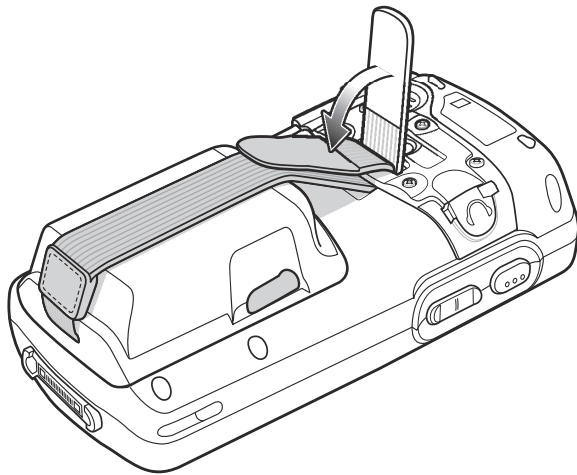

Abbildung 1-10 *Anpassen der Halteschlaufe*
2. Sichern Sie die Halteschlaufe, indem Sie die beiden Seiten zusammendrücken, wie in Abbildung 1-10 gezeigt.